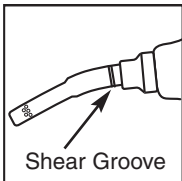

Figure 33
- ✓ Visually check spout shear groove for cracks or damage. (NOTE: Shear groove on 11VA Series nozzles is in the spout nut. All others are in the spout.) (See Figure 33)
(Ilustración 33)
- ✓ Controle visualmente que la ranura de corte del tubo de descarga no presente grietas ni daños. (NOTA: la ranura de corte en las boquillas de la serie 11VA está en la tuerca del tubo de descarga. Todas las demás están en el tubo de descarga.) (Vea la ilustración 33)